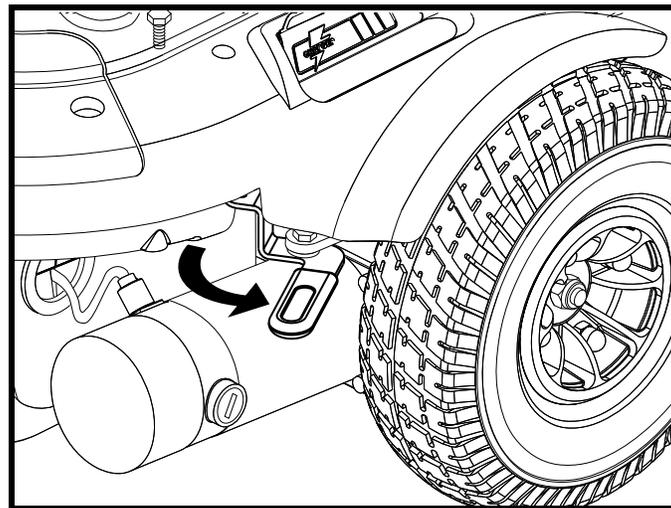

Figure 9. Mode « roues libres » (débrayé)
3. Tirez les leviers vers l'extérieur pour débrayer les moteurs (mode « roues libres »). Voir figure 9.